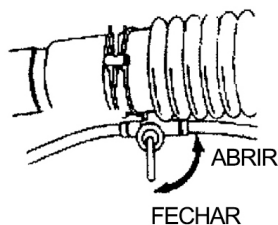

Figura 7
(2) Abastecimento
(3) Adição de produto químico
- a. Durante a operação de pulverização, ao adicionar produto químico, o interruptor deve estar desligado, consulte a Figura 7. Durante a operação de pulverização, a válvula de pulverização e a alavanca de combustível devem estar na posição inferior, caso contrário, a máquina liberará produto químico.